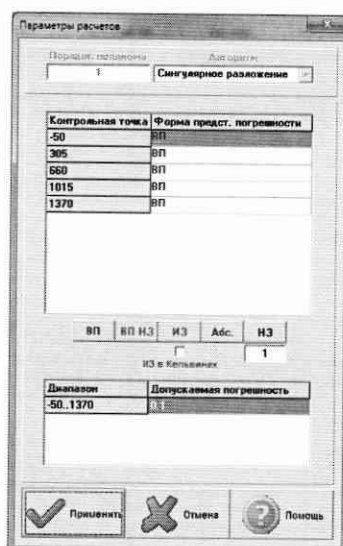

Рисунок 6 – Окно «Параметры расчетов»
8.6.8.4 В меню «Настройки/Расчеты» (Рисунок 6) задать пределы допускаемой погрешности ИК в соответствии с таблицей А.1 приложения А.